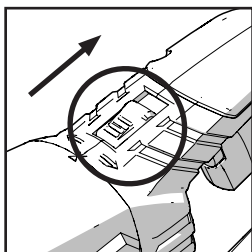

Fig. 8
- Far scorrere e fermare nella posizione posteriore il pulsante di rotazione dell'impugnatura. **(Fig. 8)**